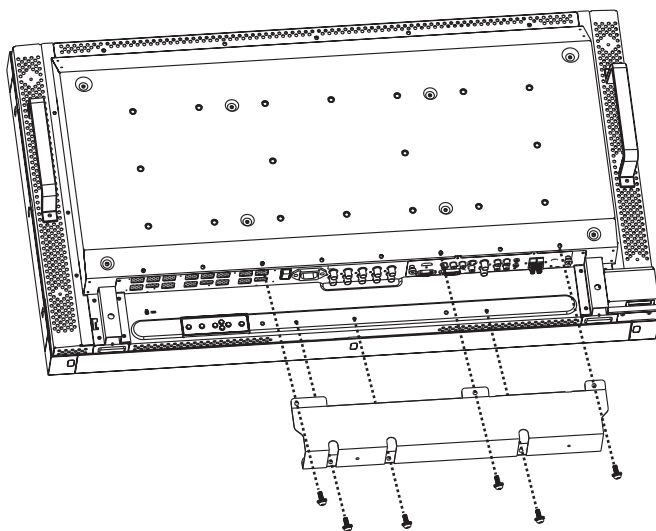

Figura 5
- Use 6 de los tornillos M4 x 10 (incluidos) para fijar la cubierta de los cables (figura 5).